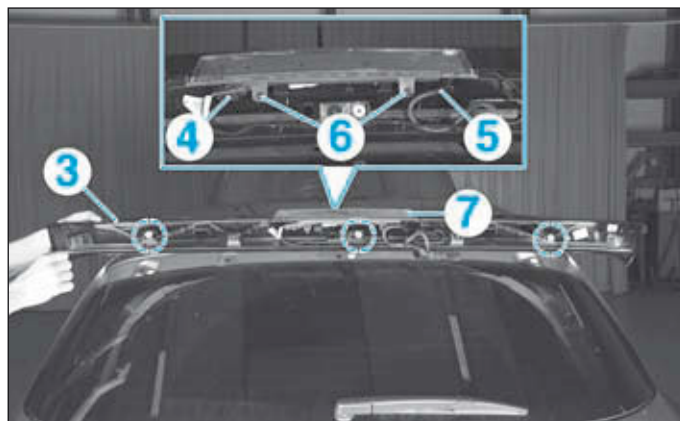

FIG.85
- Déposer les vis (2).
- Dégrafer le becquet arrière (3) (Fig.85).
- le connecteur (4),
- le tuyau (5).
- Déposer les vis (6).
- Séparer le troisième feu de stop (7) et le becquet arrière.